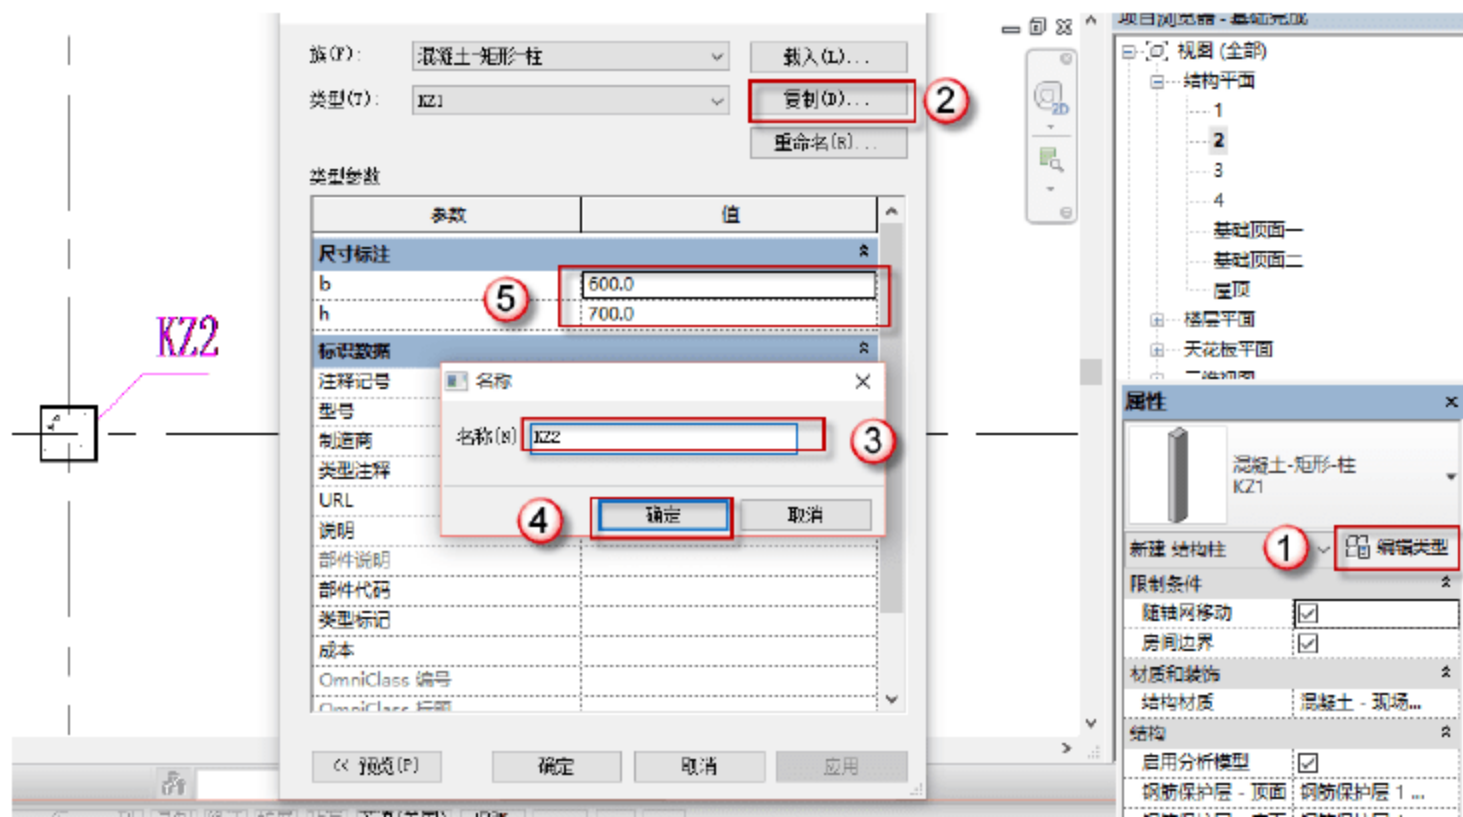

图 4.1.7 设置 KZ2 参数
(7) 设置矩形柱 KZ2 参数, 按快捷键 C+L, 出现绘制的界面, 单击“编辑类型”按钮, 在弹出的对话框中单击“复制”按钮, 再在弹出的对话框中命名新的族 KZ2, 单击“确定”按钮。在“尺寸标注”栏设置参数, 如图 4.1.7 所示。